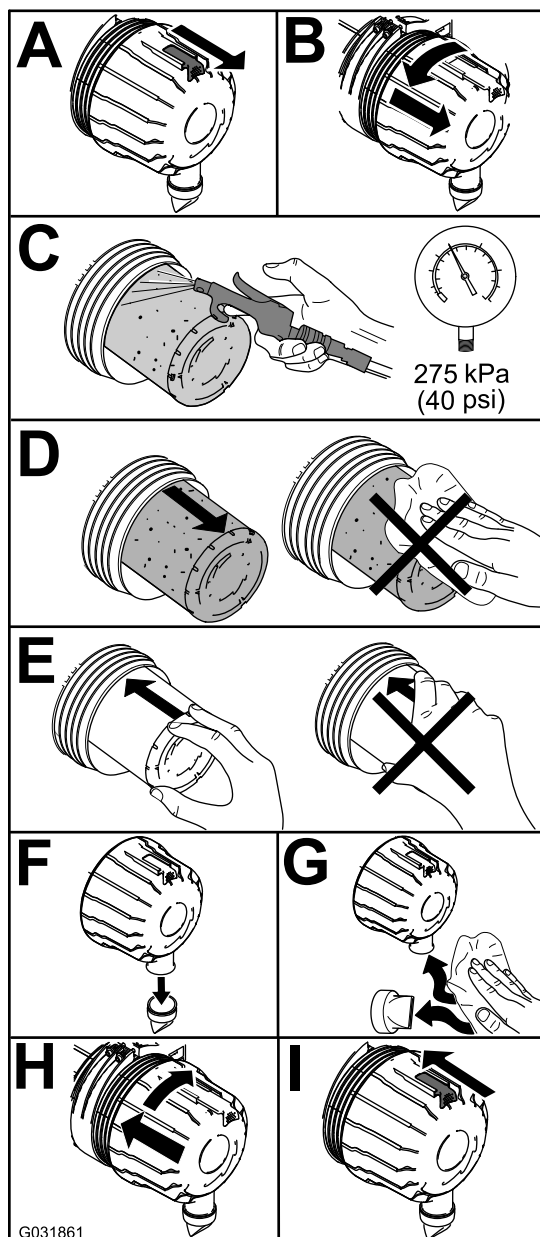

Figure 55
1. Remplacez le filtre à air (Figure 55).